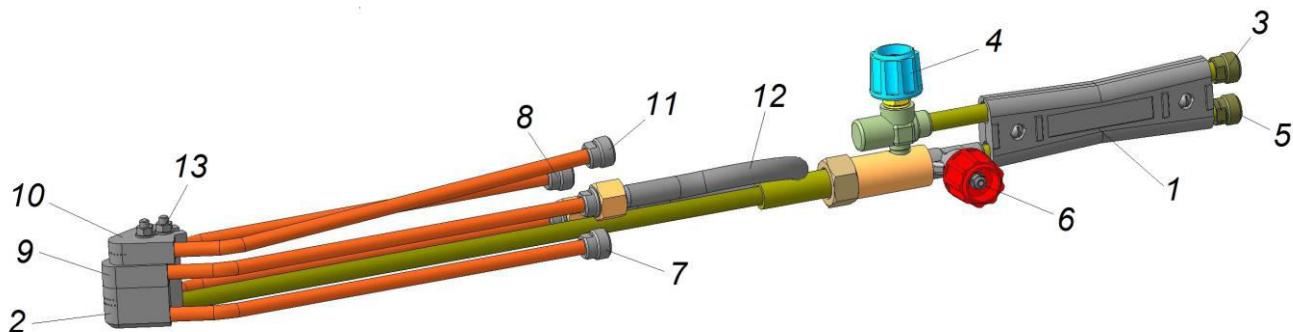

Рис.1. Горелка ГП-Зз Шкив 30
4.1 Горелка (рис.1) состоит из ствола 1 и газопламенного наконечника 2 присоединенного с помощью накидной гайки. Наконечник включает в себя трубку, смеситель со съемным инжектором и мундштук. Мундштук имеет систему газопламенных сопел и встроенную водяную рубашку охлаждения.